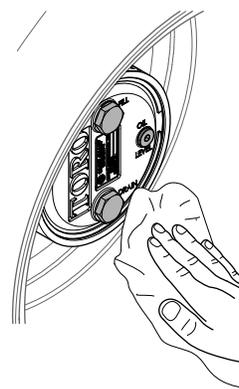

Рисунок 63
3. Начисто протрите корпуса планетарного редуктора и тормоза (Рисунок 63).